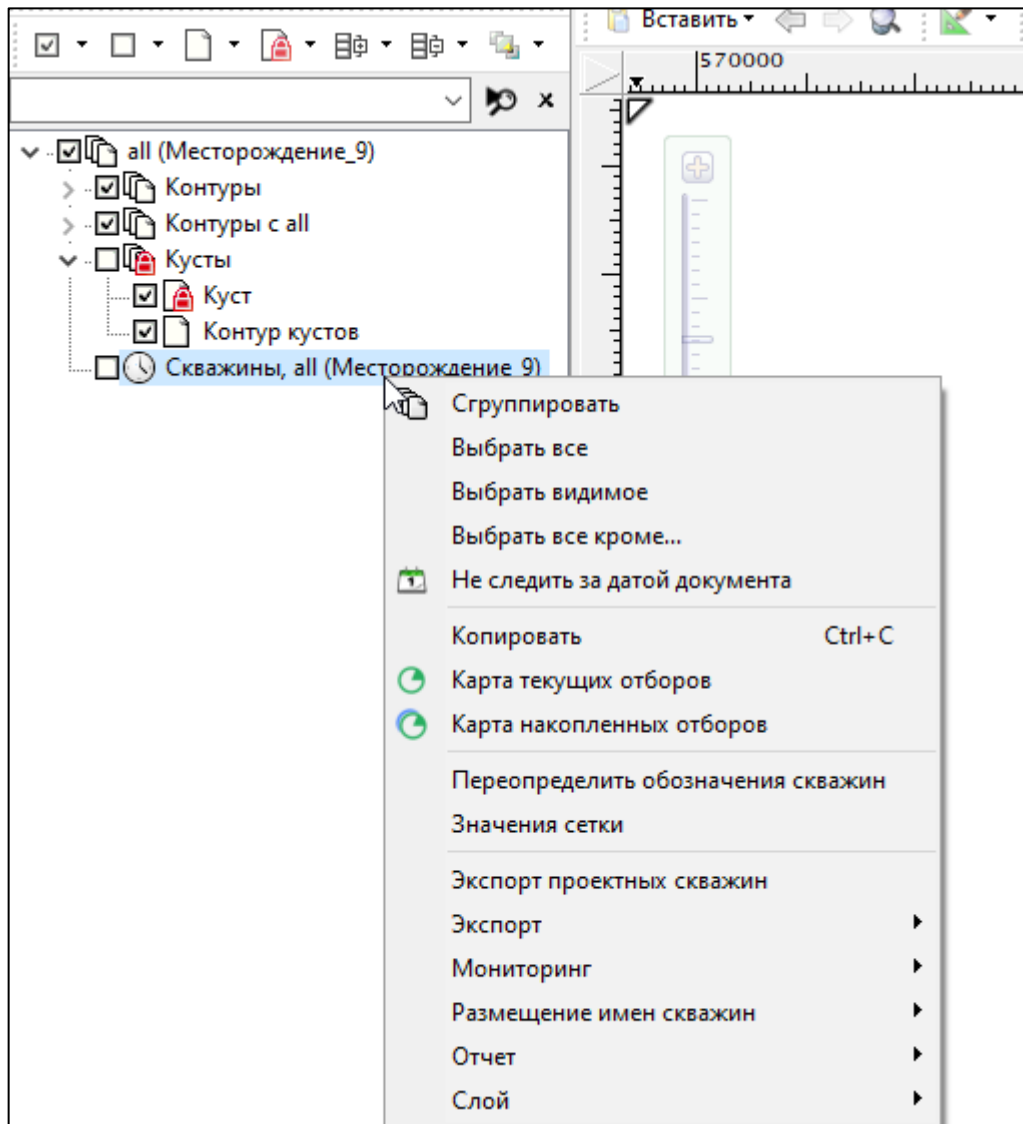

Рис. 27 – Окно «Дерево слоев»
**Все слои имеют свои названия** (см. рис. 27). Редактирование параметров слоев предусмотрено в окне «Свойства», подробное описание изменения свойств у отдельных параметров приведено в разделах вместе с описаниями данных объектов. Затем, для каждого слоя открытого списка, нажатием правой кнопки мыши вызывается всплывающее контекстное меню (см. рис. 27), из которого можно выбрать как стандартные операции по удалению, дублированию, группированию/разгруппированию объектов, так и другие разнообразные действия, применяемые для выбранного объекта. Всплывающие контекстные меню в дереве навигатора и в рабочей области идентичны.